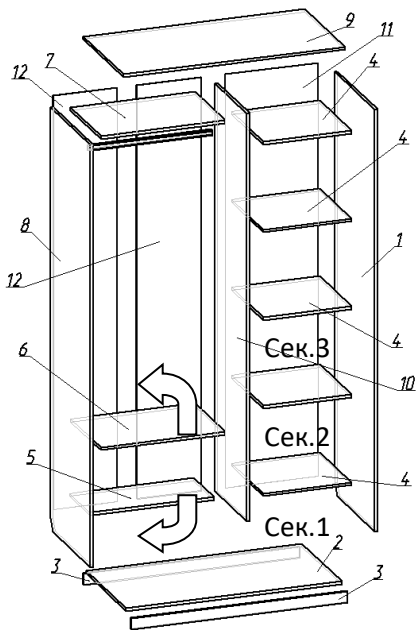

Рис.1 Схема сборки
- Детали 1,8,10 стянуть между собой деталями 2,3,4,5,6,7,9 с помощью евровинтов 7x50, предварительно досверлив насквозь необходимые отверстия. **ВНИМАНИЕ: При необходимости увеличения внутреннего пространства шкафа дет. 5,6 могут трансформироваться в ребра жесткости (поворот деталей по стрелкам см.Рис.1), для этого имеются дополнительные глухие отверстия.**